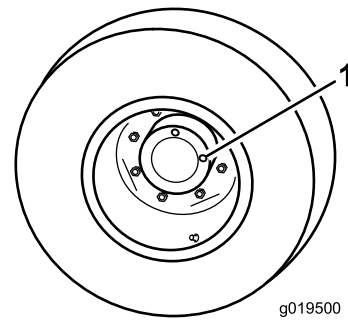

Bild 73
1. Stellen Sie die Maschine auf eine ebene Fläche und positionieren Sie das Rad so, dass eine Prüfschraube (Bild 73) auf 12 Uhr und die andere auf 3 Uhr steht.
2. Entfernen Sie die Schraube, die auf 3 Uhr steht (Bild 73). Der Ölstand sollte ungefähr 6 mm vom Prüfschraubenloch liegen.